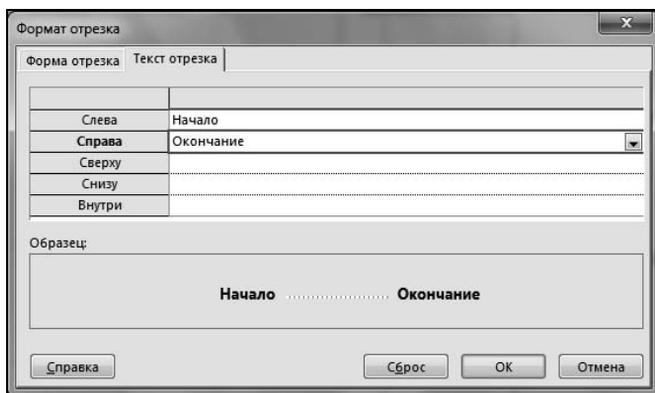

Рис. 4.24. Диалоговое окно форматирования отрезков работ, вкладка **Текст отрезка**
3. Перейти на вкладку **Текст отрезка** (рис. 4.24).
5. В поле **Слева** выберите поле **Начало**, а в поле **Справа** выберите имя поля **Окончание** (см. рис. 4.24). Имя поля можно ввести с помощью списка, появляющегося в правом поле выбранной строки. Список можно раскрыть, щелкнув на кнопке в правом конце строки, и выбрать нужное имя поля щелчком левой кнопкой мыши.